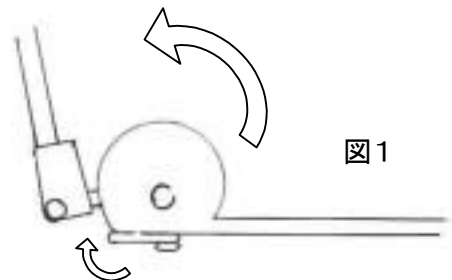
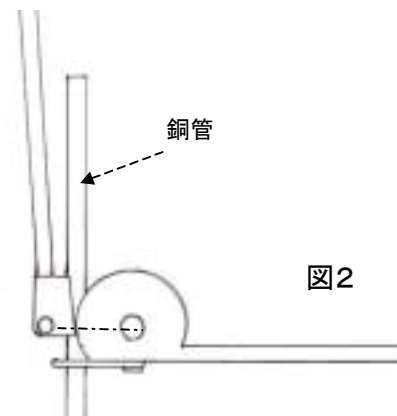

図1
図2
- ① 本体のレバーとハンドルを両手に持って外側に広げます。(図1)
- ② フックも回して銅管が入るように広げておいてください。
- ③ シューとガイドの間に銅管を挿入します。この時、フックを銅管に掛けてください。
- ④ シューのメモリ0° とガイドのエッジをしっかりと合わせてください。曲げはじめはエッジからです。(図2)